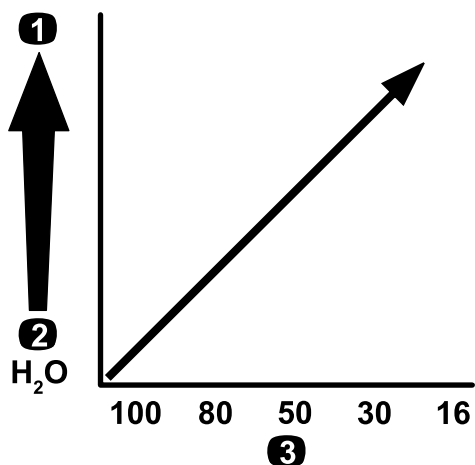

Figure 66
**Important:** Cuando se fumiga con productos químicos de mayor viscosidad (más espesos) o soluciones de polvo humedecible, puede ser necesario utilizar una malla de filtro más gruesa para el filtro de presión opcional; consulte la Figure 66.